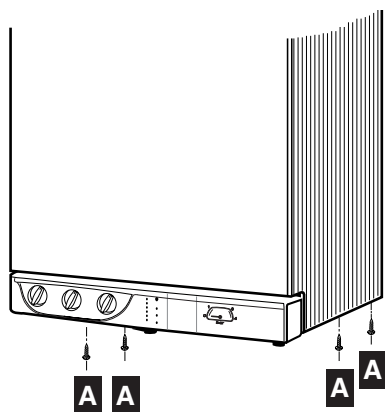

Fig. 20
- visser les 4 vis A de fixation de l'habillage, situées en partie inférieure (fig. 20).